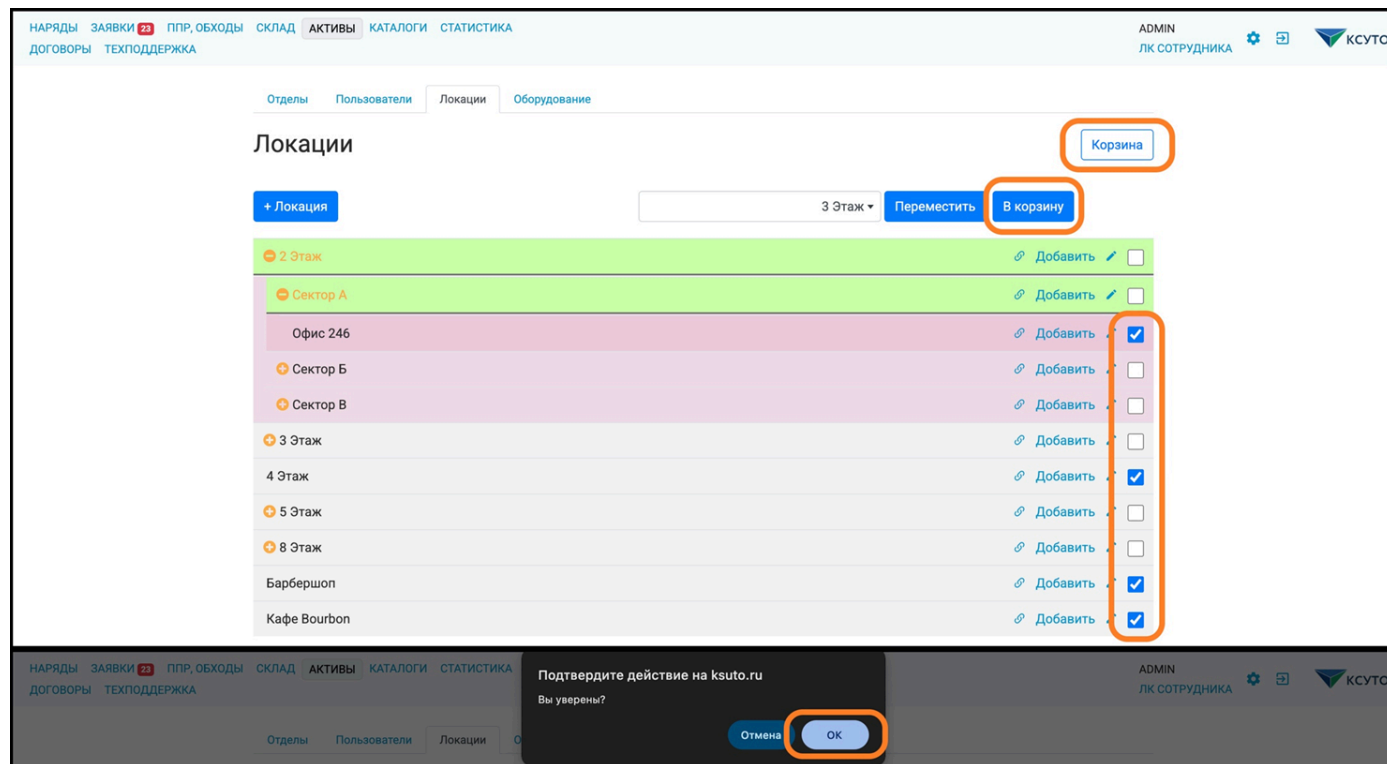

Рис.5 Удаление локации
- 4.3.11. Чтобы восстановить локацию, нажмите на кнопку «Корзина» (рис.5);